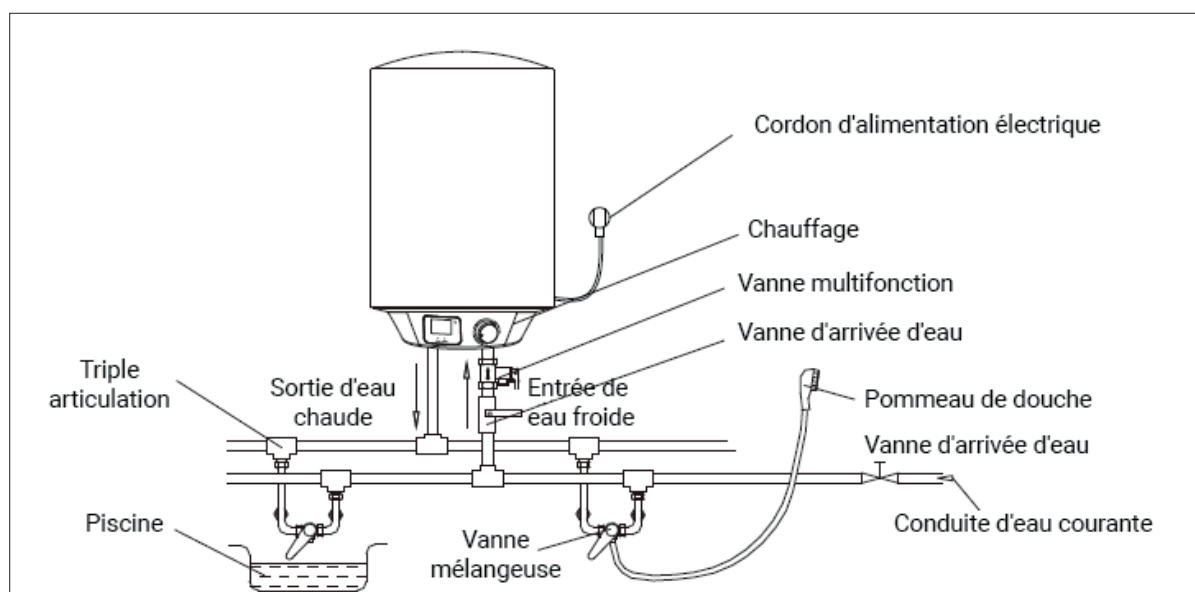

Fig.4
- Si les utilisateurs souhaitent installer un système d'alimentation à voies multiples, se référer à la méthode illustrée à la figure 4 pour le raccordement des canalisations.